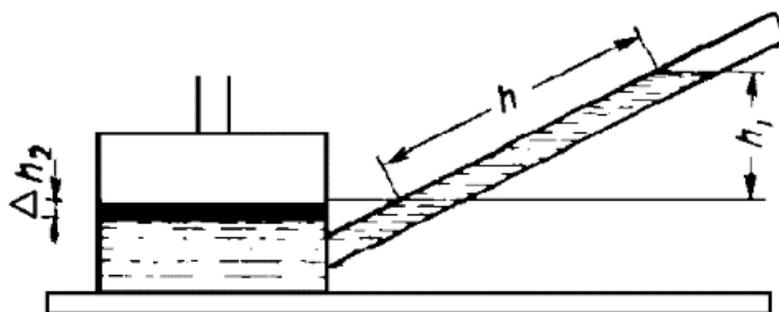

Рис. 22. Микроманометр с постоянным углом наклона трубки
4. Микроманометр с постоянным углом наклона трубки (рис. 22);